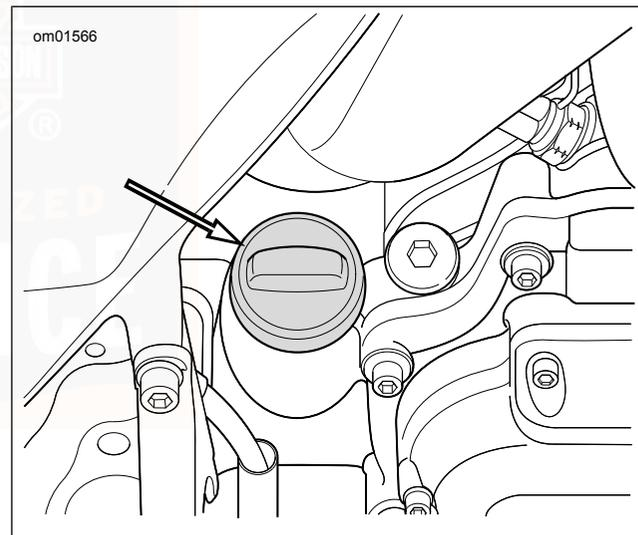

Abbildung 60. Motoröl-Einfüllverschlussstopfen
2. Siehe Abbildung 60. Den Motorölstand prüfen.
3. Siehe Abbildung 60. Ölstand prüfen.